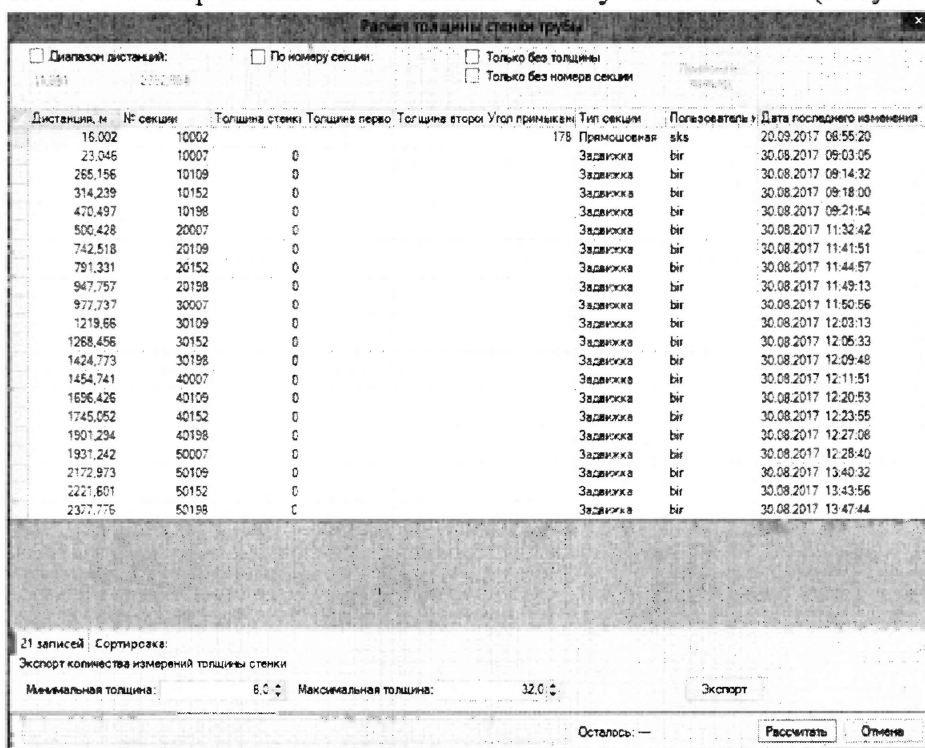

Рисунок 7 – Окно расчета толщины стенки
8.3.14 В открывшемся окне нажать кнопку «Расчитать» (Рисунок 7).